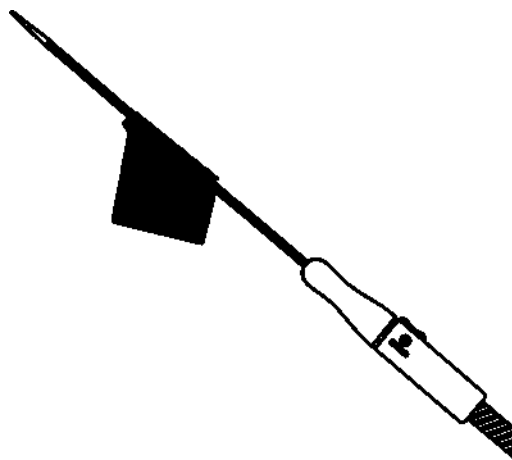

Рис. 4. Активация гидрофильного покрытия
- При помощи марлевой салфетки, смоченной физиологическим раствором, протрите внешний интродьюсер и активируйте внешнее гидрофильное покрытие. (рис. 4).